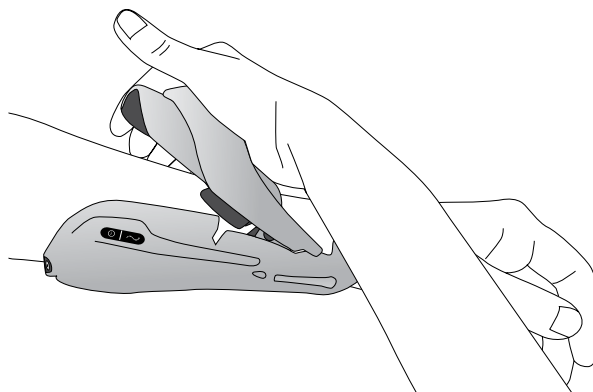

Figura 6-7 - Chiusura dell'aletta dell'estensore
5. Se l'ortosi è posizionata correttamente, chiudere l'aletta dell'estensore. Mettere la mano sopra il braccio dell'aletta e afferrare con le dita la parte sottostante dell'aletta dell'estensore dell'ortosi. Tirare l'aletta dell'estensore verso l'esterno e nel contempo premere verso il basso il braccio dell'aletta. Spingere finché non si sentono più clic (Figura 6-7).